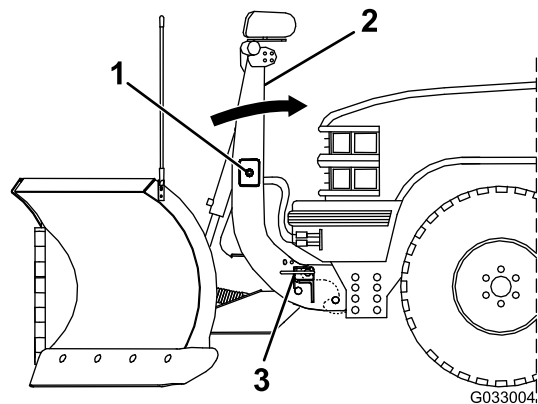

Bild 27
6. Drücken Sie den SmartHitch2-Schalter an der Seite der Kupplungssäule nach oben und heben Sie die Säule an, bis die Federstifte einrasten (**Bild 27**).